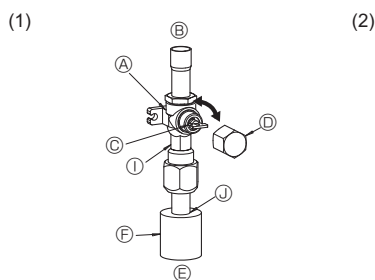
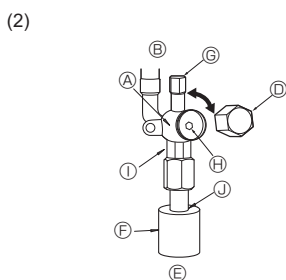

Fig. 4-6
Fig. 4-7
- (1) Gassida (Fig. 4-6)
- ① Ta bort locket, dra handtaget mot dig och vrid motors 1/4 varv för att öppna.
- ② Kontrollera att stoppventilen är helt öppen, tryck in handtaget och skruva på locket igen.
- (2) Vätskesida (Fig. 4-7)
- ① Ta bort kåpan och vrid ventilstången motsols så långt det går med en 4 mm sexkantsnyckel. Sluta när den når stoppet.